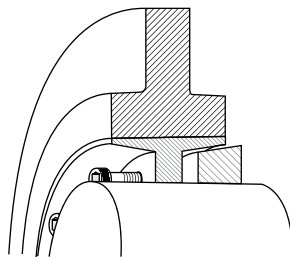

Figura 14.
3. Introduzca los tornillos dentro de los agujeros roscados del cuerpo del Bufin (Figura 14.)